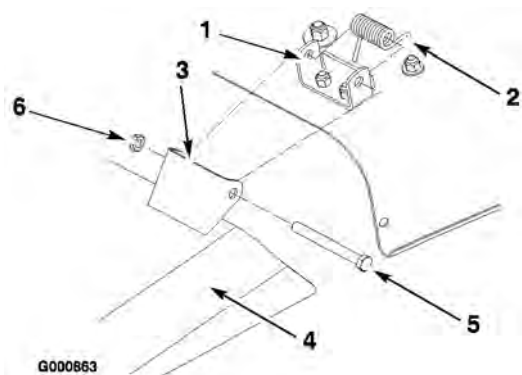

Figure 54
1. Retirez le contre-écrou, le boulon et le ressort qui fixent le déflecteur aux supports du plateau de coupe (Figure 54). Enlevez le déflecteur s'il est endommagé ou usé.
2. Placez les ressorts dans les supports du plateau de coupe, les extrémités crochues engagées sur la partie arrière surélevée (Figure 54).
3. Placez le déflecteur d'herbe en face des trous des supports et des extrémités droites des ressorts dans l'espace sous la charnière et au-dessus du déflecteur (Figure 54).